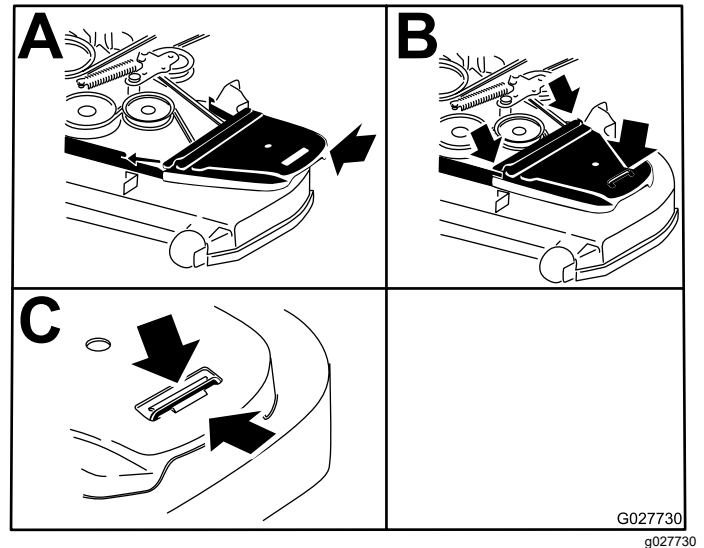

Figura 69
12. Instale las cubiertas de la correa (Figura 69).